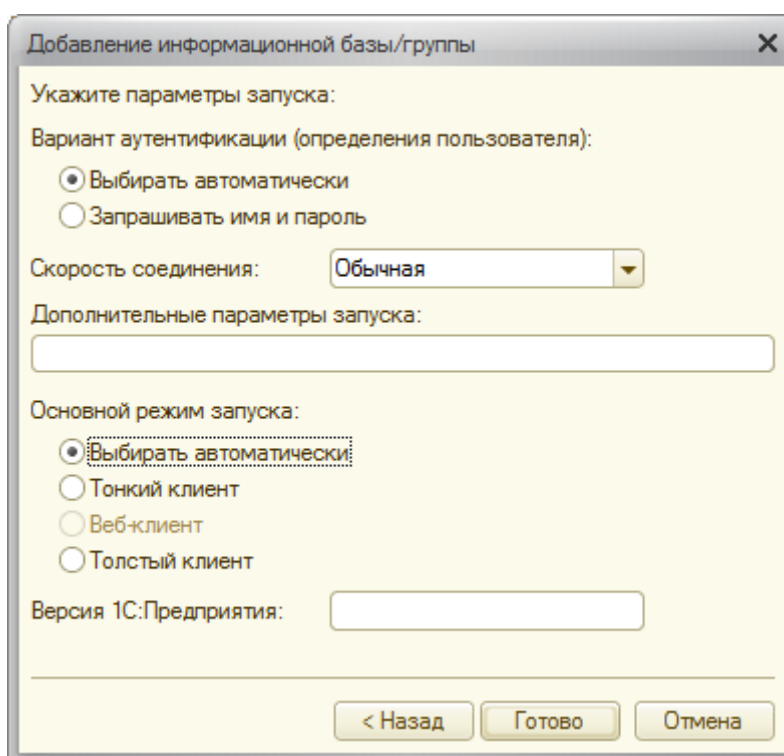

Рисунок 1.2- Настройка параметров запуска информационной базы
1.2 Сделаем двойной щелчок по значку 1С Предприятие на Рабочем столе или воспользуемся командой Пуск > Все программы > 1С Предприятие 8.2 > 1С:Предприятие. В появившемся окне интерактивной программы запуска, (см. Рисунок 1.2., уже рассмотренный ранее), нажмем на кнопку **Добавить**.
1.7 Нажав еще раз на кнопку **Далее** мы переходим к очень важному этапу настройки информационной базы, **Рисунок 1.2.**